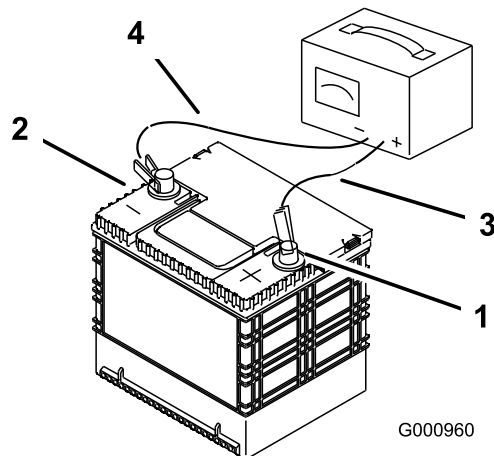

Figura 67
- Quando la batteria è completamente carica, staccate il caricabatterie dalla presa elettrica e scollegate i cavi di ricarica dai poli della batteria (Figura 67).